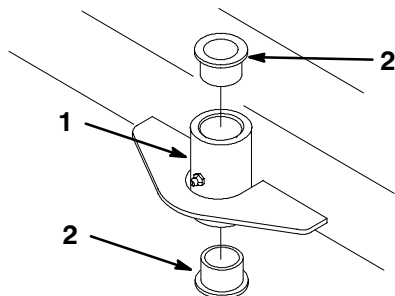

Abbildung 22
5. Mit einem Splinttreiber die Buchsen aus dem Bügel herausdrücken (Abb. 22).
8. Die Buchsen mit einem Hammer und einer Platte in den Bügel drücken (Abb. 22).